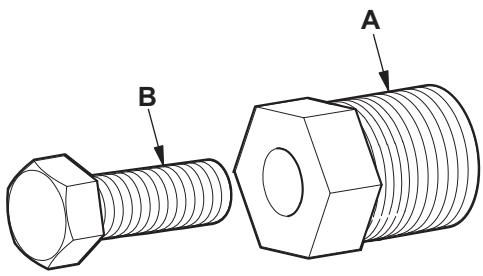

Figure 14
3. Tournez la vis de calage (Figure 14, (B)) dans le sens des aiguilles d'une montre pour retirer la turbine du corps de la pompe.
2. Placez l'extracteur (Figure 14, (A)) dans la turbine.